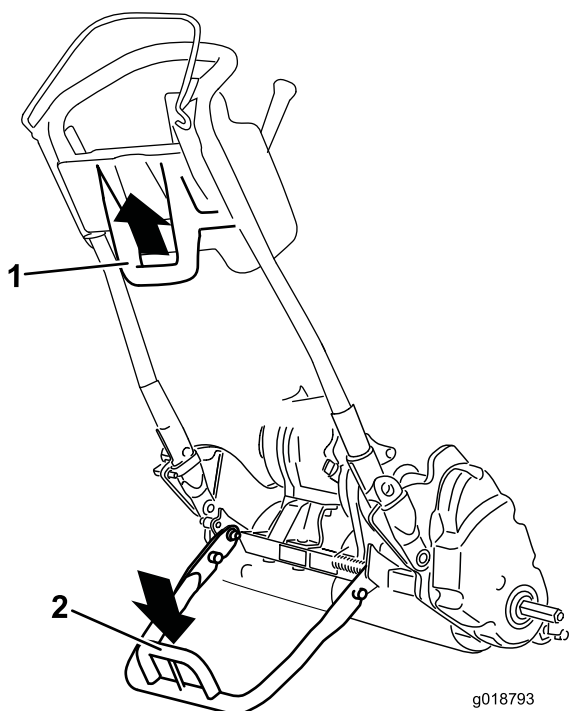

図 19
- 移動走行タイヤの着脱のためにキックスタンドを操作するには、スタンドを床面まで下げ、ループを足で踏みつけた状態のままで、機体下部についているハンドルを持ってマシンを後方に引いてください 図 19。